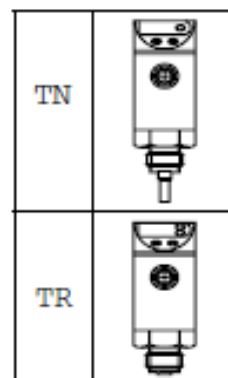
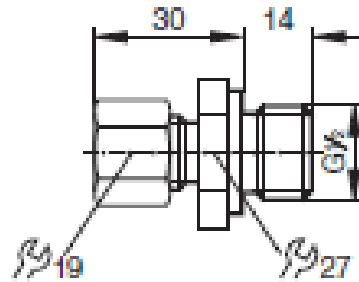

Abbildung 40: Prozeßanschluß über T-Stück
Abbildung 44: Schneidringverschraubung
Abbildung 40 zeigt den Prozeßanschluß des kompakten Kabelsensors mittels eines T-Stücks.
Abbildung 40 zeigt ein Beispiel dafür. In Abbildung 44 sind die Maße zu finden.
- Schneidringverschraubung, Abbildung 44